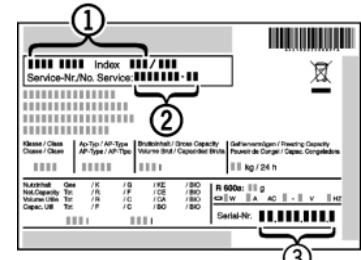

Fig. 7
- Наименование устройства Fig. 7 (1), сервисный № Fig. 7 (2) и серийный № Fig. 7 (3) считайте с заводской таблички. Заводская табличка находится внутри устройства слева.
- Обратитесь в сервисную службу и сообщите вид неисправности, наименование устройства *Fig. 7 (1)*, сервисный № *Fig. 7 (2)* и серийный № *Fig. 7 (3)*.